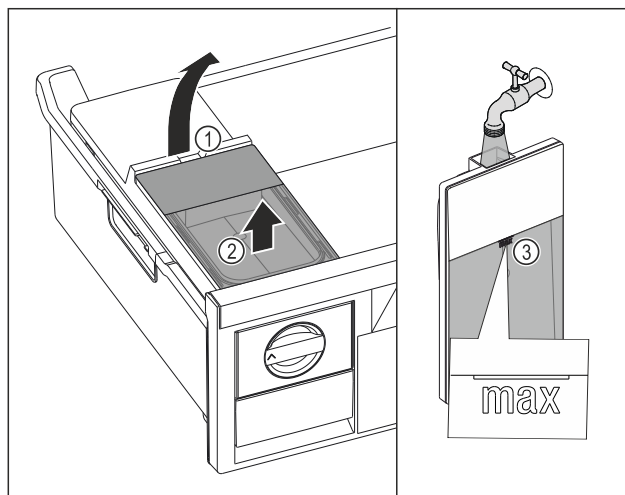

Fig. 121
- Sollevare il serbatoio dell'acqua dalla cavità Fig. 121 (1).
- Rimuovere il serbatoio dell'acqua estraendolo verso l'alto. Fig. 121 (2)
- Riempire il serbatoio dell'acqua con acqua potabile fino al contrassegno Fig. 121 (3).